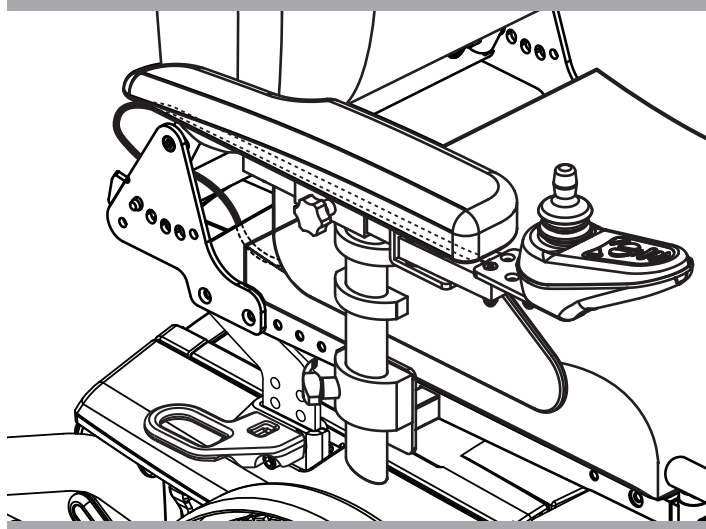

Figure 15. Câble passé
7. Diriger le harnais de contrôleur au devant de la base de pouvoir et reconnecter le contrôleur. **Voir la figure 15.**